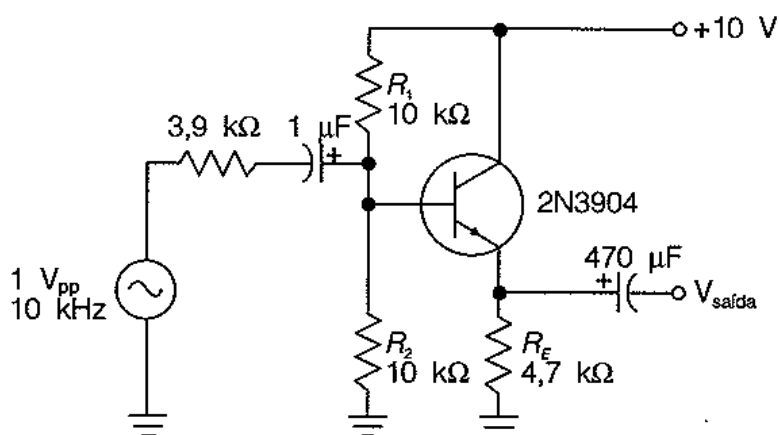

FIGURA 1
- 1 Na Figura 1, calcule as tensões CC na base, emissor e coletor. Anote suas respostas na Tabela 1.
- 6 Calcule a impedância de saída do circuito diagramado na Figura 1. Anote este valor na Tabela 2.